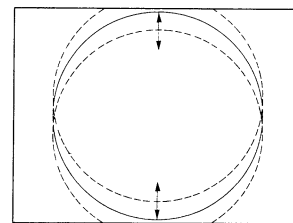

Bild 3
- Stellen Sie die vertikale Bildgröße so ein, daß Sie eine Optimale Abtastung (overscan) erhalten (Bild 3).